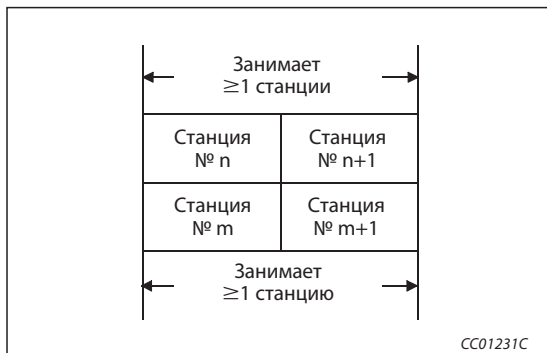

Рис. 13-3:
- ① Проверьте: короткие замыкания, перепутанные соединения, обрывы проводов, оконечные сопротивления, заземление, общую длину сетевой проводки, расстояния проводки от станции к станции
- ③ Полное соответствие (см. рис. 13-3)